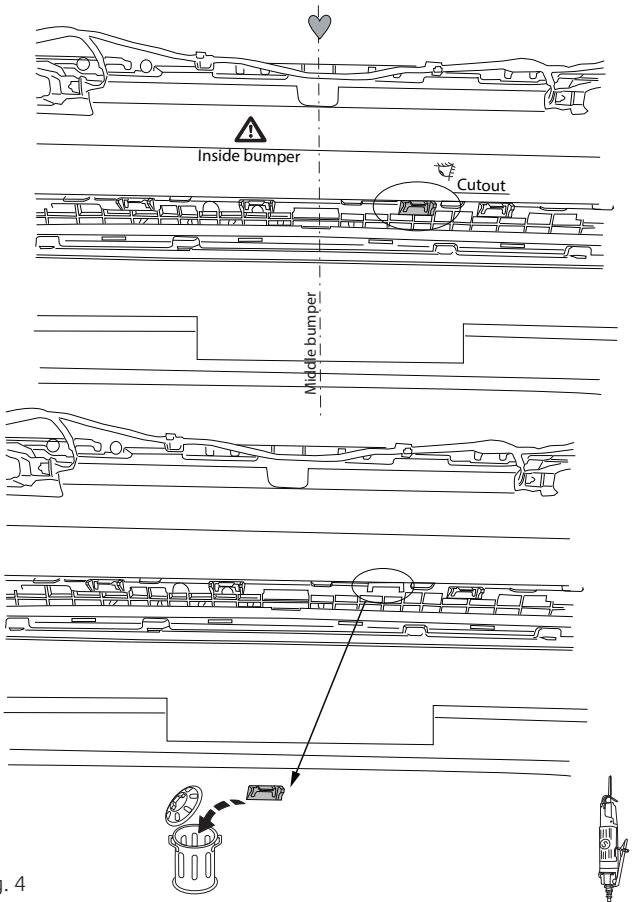

Fig. 4
- Выпилить обозначенные части, как указано на рис. 4.